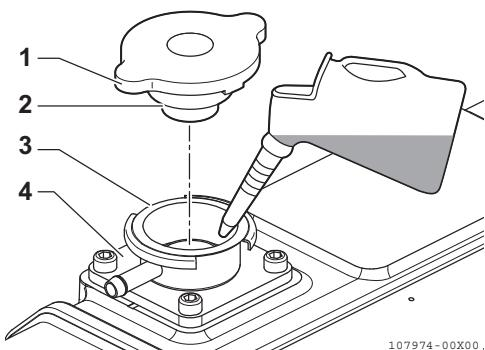

Figura 11
- Abasteça o depósito lentamente com líquido de refrigeração (**Figura 11, (4)**) para evitar a formação de bolhas de ar. Encha até que o líquido de arrefecimento saia para fora do bujão de enchimento.
- Alinhe as marcas do tampa~o de enchimento (**Figura 11, (2)**) com os entalhes do bujão de enchimento (**Figura 11, (3)**) e aperte o tampa~o de enchimento (**Figura 11, (1)**) firmemente.